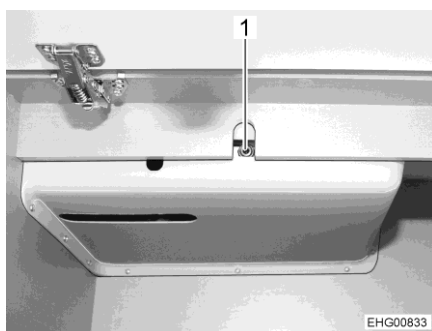

Bild 111 Åtkomst till drivenheten
- Frigör åtkomst till drivenheten (Bild 111 eller Bild 112).
- Stick den medföljande veven eller insexnyckeln i hållaren vid motorn (Bild 111,1 för drivenhet till bakre höjbar säng).